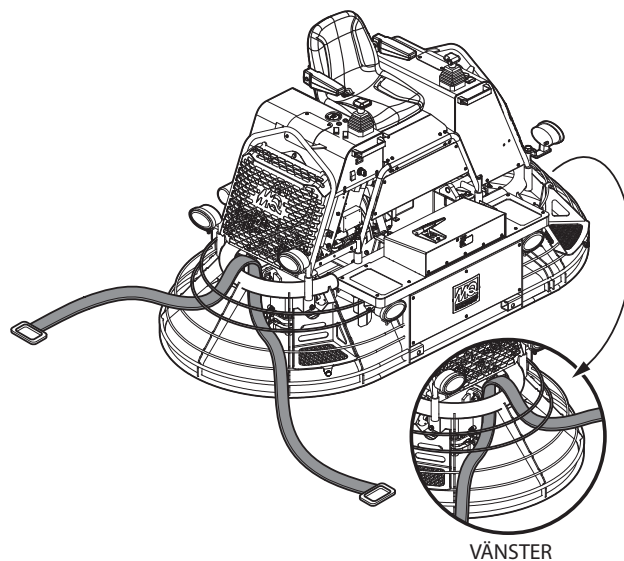

Bild 2. Draging av fästremmarna
1. Fäst lämpliga fästremmar på glättaren. Dra fästremmarna på båda sidor såsom visas i Bild 2.